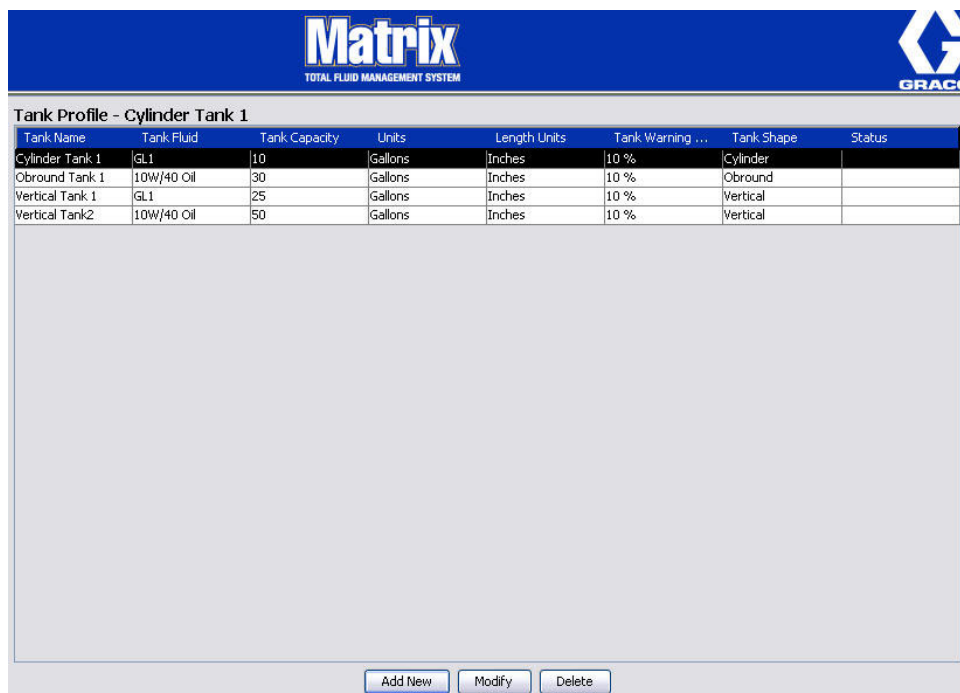

Рис. 104
3. Нажмите кнопку «Modify» [Изменить] (Рис. 104), чтобы появилось окно «Edit Tanks» [Редактировать сведения о цистернах]. После внесения изменений нажмите кнопку «OK» [ОК], чтобы закрыть окно и сохранить.
4. Чтобы полностью удалить цистерну из списка, на экране «Tanks» [Цистерны] выделите требуемый элемент. Далее нажмите кнопку «Delete» [Удалить] (Рис. 104).